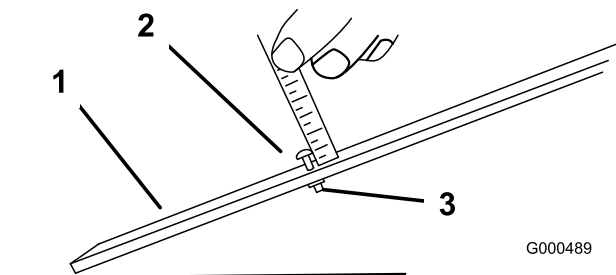

Figura 10
2. Allentate il dado sulla barra di riferimento e regolate la vite di regolazione secondo l'altezza di taglio desiderata (Figura 10). La distanza tra l'estremità inferiore della testa della vite e la parte frontale della barra corrisponde all'altezza di taglio.